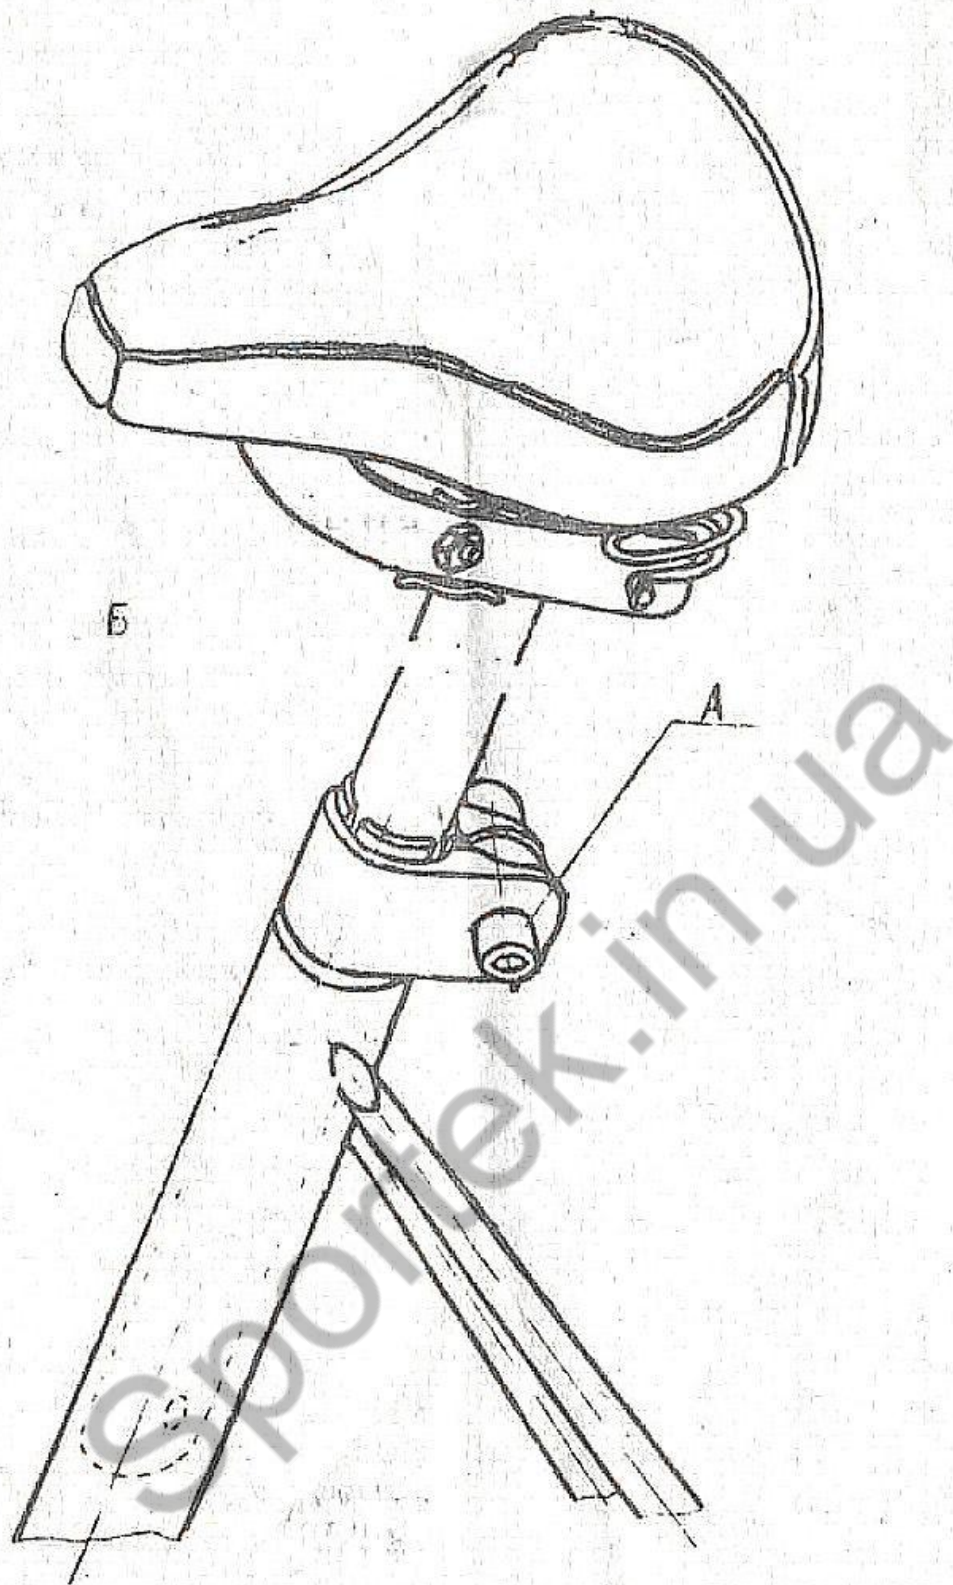

Рис. 4.
4.3. Седло по высоте устанавливается при помощи ослабления затяжки винта «А» (рис. 4) на 3÷4 оборота, после чего путем перемещения седлодержателя в подседельной трубе устанавливается на требуемую высоту, затягивается винт «А».